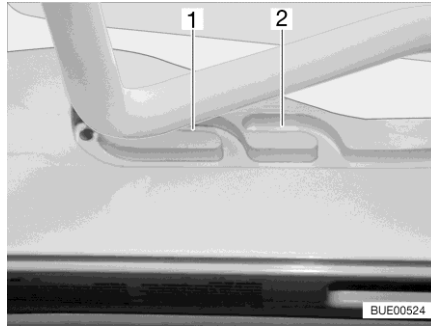
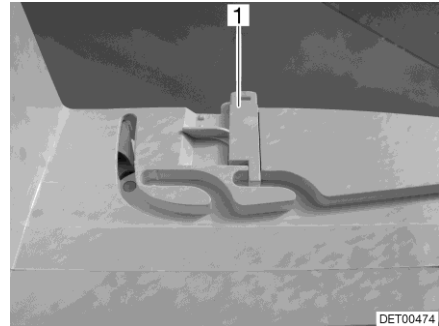

Fig. 122 Guía (posición de ventilación)
Fig. 123 Bloqueo (posición de ventilación)
La claraboya Heki se puede colocar en dos posiciones de ventilación: Posición de mal tiempo (Fig. 122,1) y posición mediana (Fig. 122,2). Según el modelo, la claraboya podrá ser bloqueada en la posición central con los dos pestillos (Fig. 123,1) a la izquierda y la derecha en el marco de la claraboya.
- Presionar el estribo ligeramente hacia arriba y empujarlo en la guía seleccionada (Fig. 122,1 ó 2) y, si fuera necesario, bloquearlo.